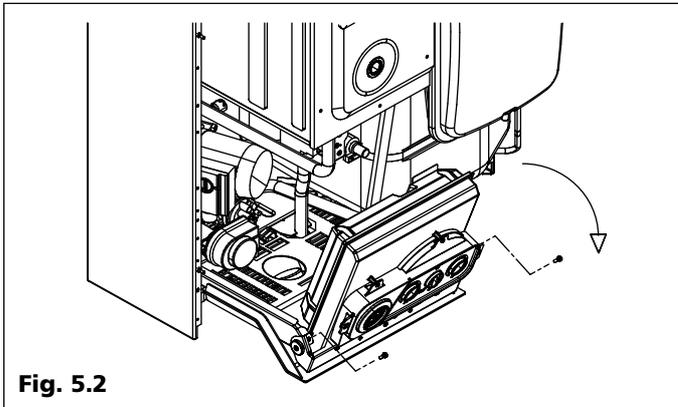

Fig. 5.2
- svitare le viti di fissaggio del cruscotto e ruotarlo (fig. 5.2);